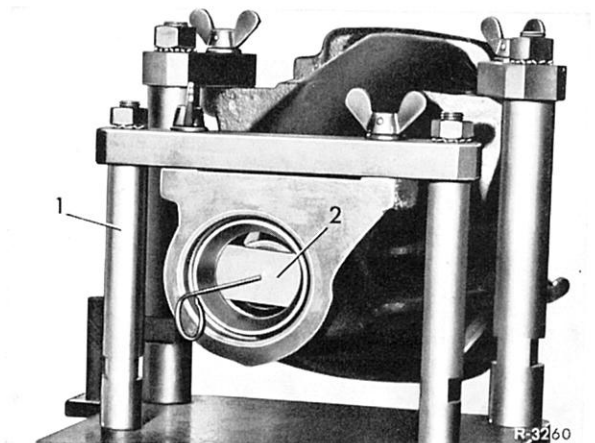

Bild 35-1/9
14 Mit dem Druckstück (2) den vorderen Kegelrollenlager-Außenring aus dem Hinterachsgehäuse drücken (Bild 35-1/9) und mit dem Druckstück (3) den hinteren Kegelrollenlager-Außenring aus dem Gehäuse ziehen (Bild 35-1/10).